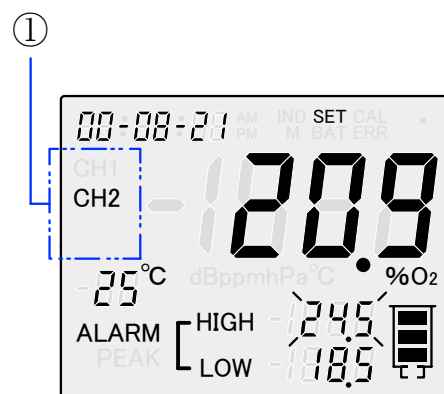

図 5-10 (2) CH2警報開始値設定例
「マルチモード」を選択しているときで、警報開始値を設定しながらも、本酸素モニタ本体内部の警報ブザーの警報音が不要な場合は、**図 5-10 (3)**のようにユーザ設定スイッチを操作することで、同警報音を発音しないようにすることができます。(外部出力のみ利用する場合等)